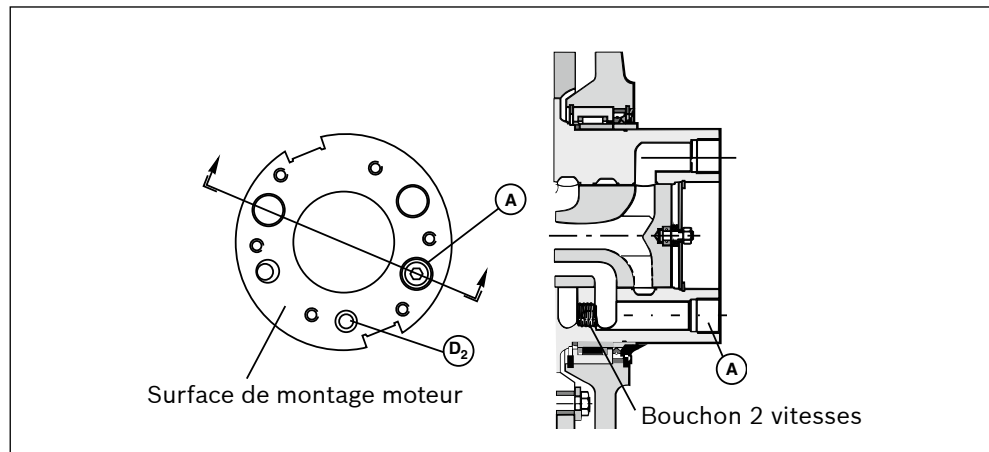

Fig. 12:
Avant de monter la valve, contrôler que le moteur est monté dans son support avec « D2 » sur la surface de montage du moteur orienté vers le bas, voir Fig. 12.
- Monter le bouchon BSTP 3/4" (inclus dans le kit de montage) au fond du trou pour l'orifice « A », voir Fig. 12.